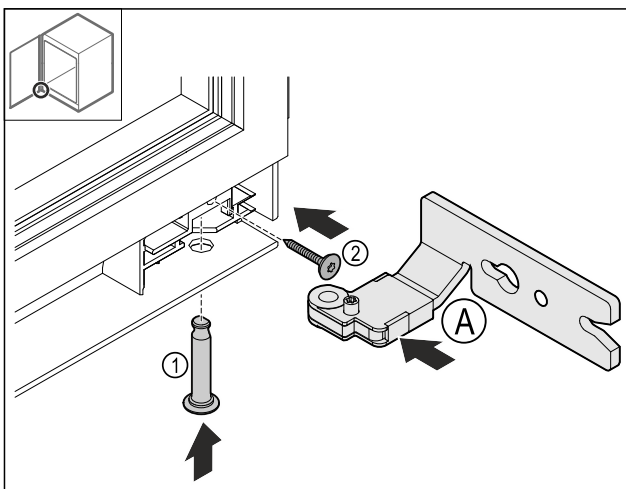

Fig. 25
- Unteres Scharnier Fig. 25 (A) einsetzen.
- Bolzen Fig. 25 (1) einstecken und festhalten.
- Schraube Fig. 25 (2) festdrehen.